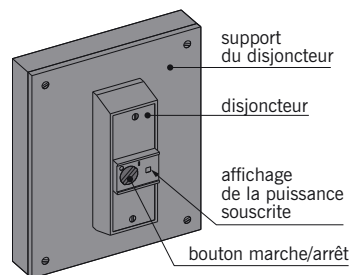

fig. 16.7
- **Le disjoncteur général ou disjoncteur de branchement** (fig. 16.7) : disjoncteur principal quelquefois *différentiel* situé après le compteur et servant à la protection générale de tous les circuits électriques de l'habitation. Il est réglé en fonction de la puissance souscrite par l'utilisateur et disjoncte (interrompt le passage du courant) lorsque le fonctionnement simultané de plusieurs appareils exige une puissance supérieure à la puissance maximale autorisée. Il se déclenche également en cas de court-circuit dans l'installation de l'utilisateur. Le disjoncteur général est placé à l'intérieur du local d'habitation. Il est muni d'un dispositif manuel de coupure du courant.